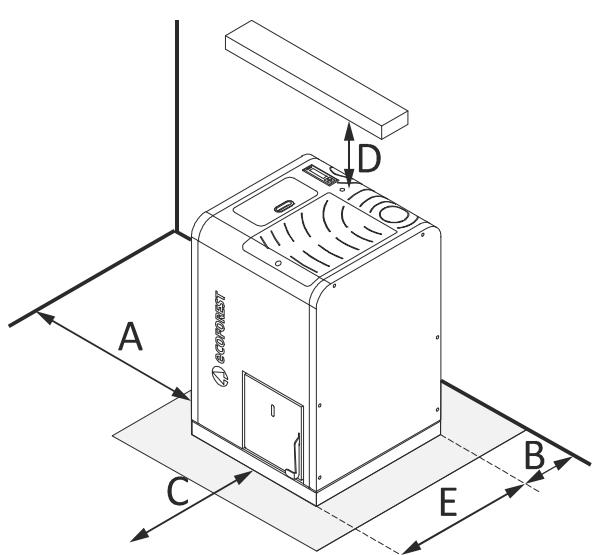

Figura 2
- 4.19.** Verifichi gli spazi tra la caldaia, il combustibile e qualunque tipo di materiale infiammabile, controlli nella *figura 2*.